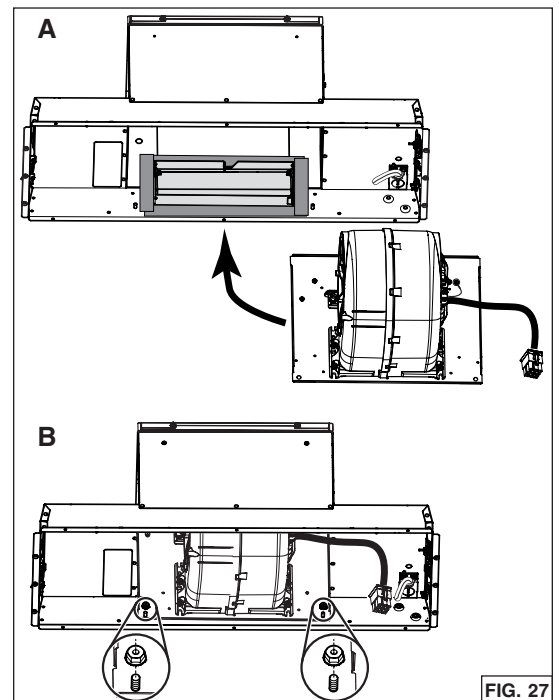

FIG. 27
- Inserte el ventilador y su placa al interior de la campana, dónde estaba la placa trasera (A). Fije la placa a la campana usando las 2 tuercas retiradas previamente al paso 7 en la página 12 (B) (FIG. 27).